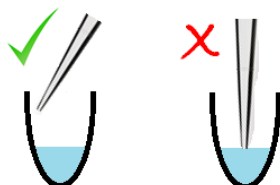

figura 1: Descrizione schematica della procedura di pipettaggio
**Avvertenza:** Quando si pipetta nei pozzetti per PCR è importante che la punta della pipetta non tocchi la miscela essiccata (colorata in blu) sul fondo del pozzetto. Si consiglia di pipettare a lato del pozzetto, si veda la figura 1.